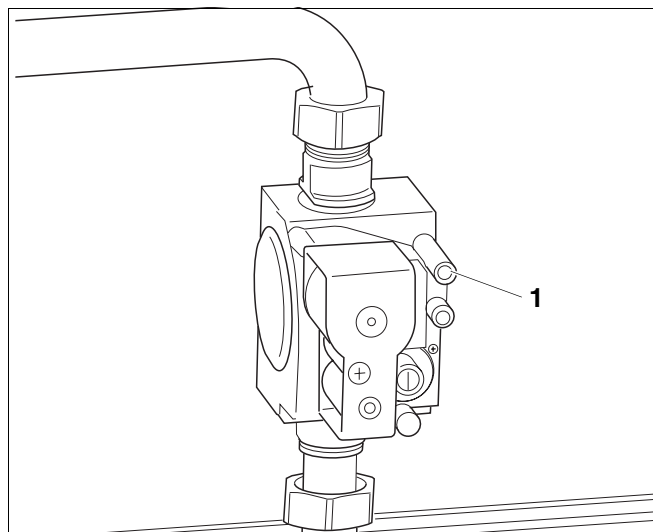

Fig. 51 Armatura cu gaz "SIT" 840 Sigma
- Îndepărtați furtunul de măsurare și rotiți din nou niplul de măsurare al (Fig. 51, **Poz. 1**) șurubului de închidere.